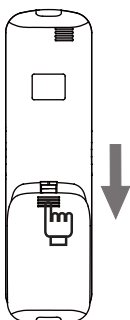

Abb. 2.6
1) Schieben Sie die Batterieabdeckung auf der Rückseite der Fernbedienung in die durch den Pfeil angezeigte Richtung (Abb. 2.6);